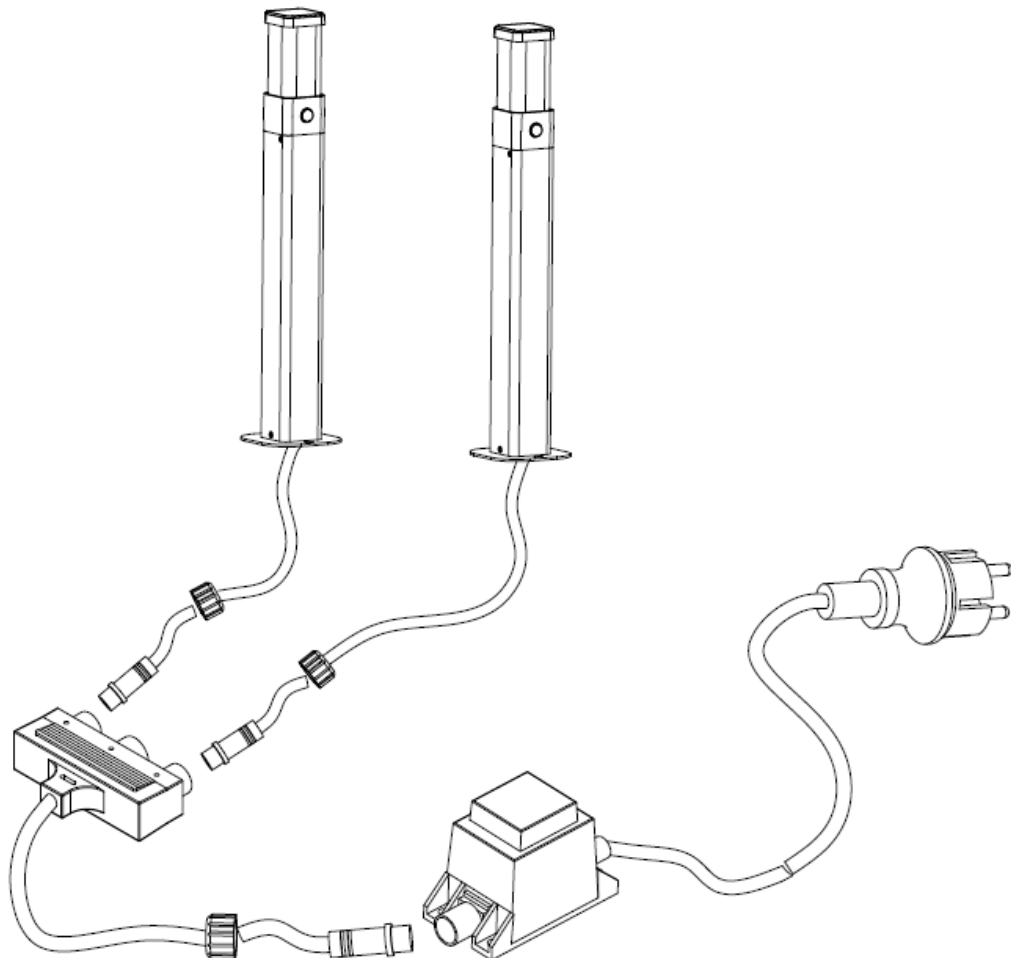

Figure 3
2. connectez le câble (voir figure 3), allumez et testez la lampe.
2. connecter le câble (voir figure 3), allumer et tester la lampe.